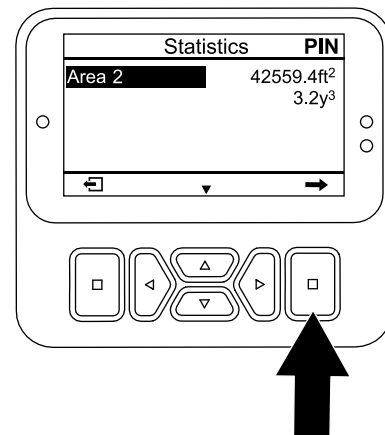

Figura 100
2. All'interno della schermata STATISTICHE, premete il pulsante Giù fino a quando non viene selezionata l'opzione AREA 2 (Figura 100).